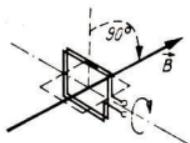

Bild 47
- 8.30 Eine flache Spule, deren Flächennormale zunächst parallel zum Flußdichtevektor eines Magnetfeldes steht, wird in dem im Bild 47 dargestellten Drehsinn um 90° gekippt. Geben Sie die Polung der Induktionsspannung an den Spulenklammern an und überprüfen Sie, ob sich die Polung beim Wechsel des Drehsinns ändert.